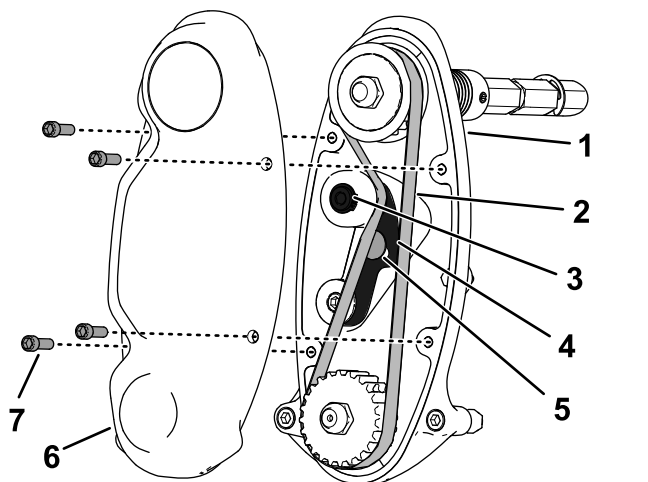

Figura 15
3. Utilize uma chave dinamométrica tipo viga para aplicar 6 a 7 N·m de força no parafuso interno do braço intermédio superior (Figura 15).